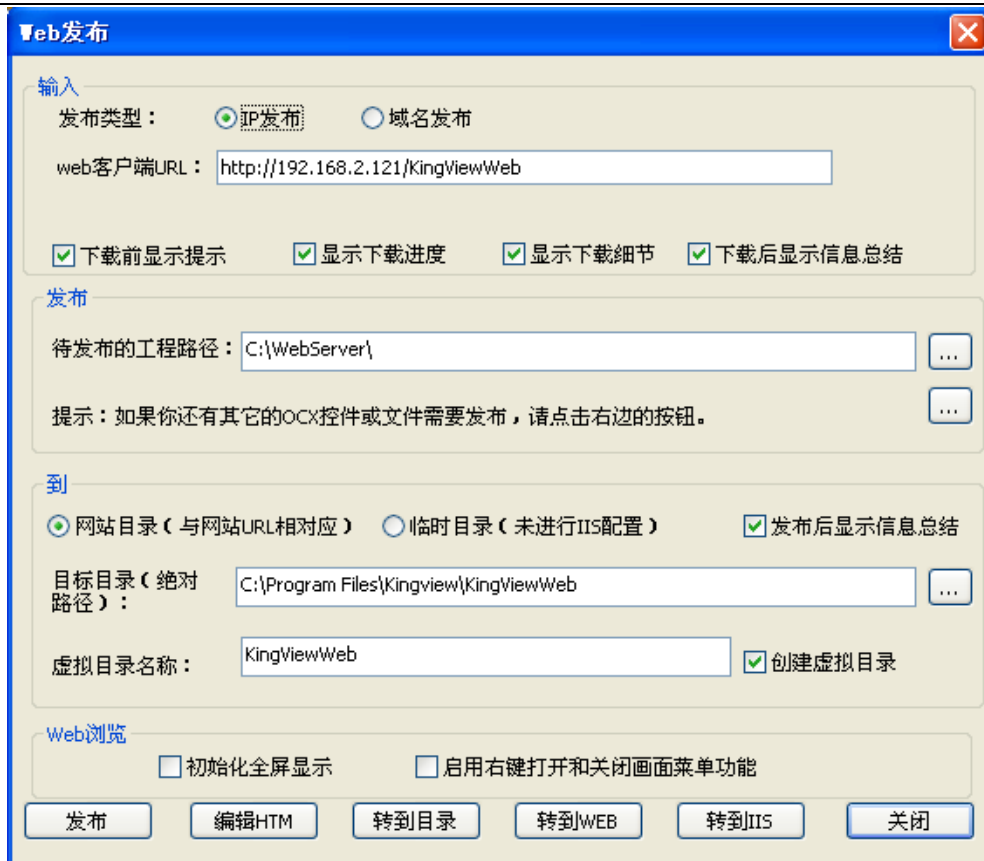

图 12-19 Web 发布对话框
1、双击组态王安装路径下的 KVWebPublish.exe 应用程序，弹出对话框，如图 12-19 所示。